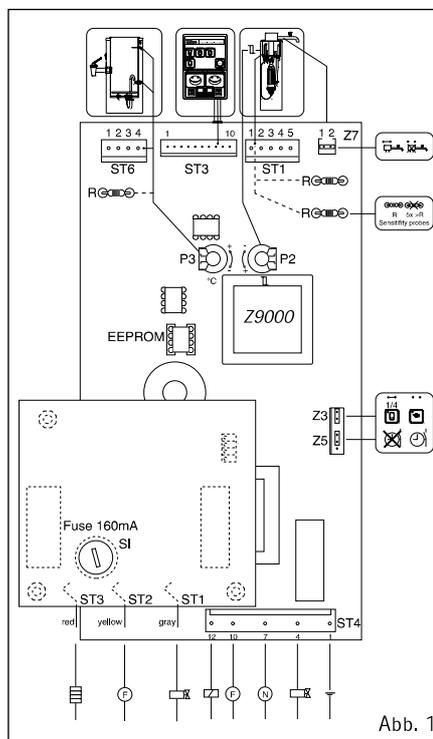

Abb. 1
1.3 Übersicht Einstellungen (siehe Abb. 1)
Nach dem Montieren eines neuen Steuerung muß außerdem die Nachfüllzeit des Magnetventils eingestellt werden. Stellen Sie die Nachfüllzeit mit Hilfe des Potentiometers P2 (Abb. 1) derartig ein, daß das Wasserreservoir nachgefüllt wird, wenn der Nivo ca. 2 cm unter die Maximum-Elektrode gesunken ist.
Während der Benutzung kann sich herausstellen, daß die Temperatur im Vorratwasserkocher nicht nach Wunsch ist. Die Temperatureinstellung ist einfach mit Hilfe des Potentiometers (P3) (Abb. 1) einzustellen. Kontrollieren Sie immer die Wassertemperatur, Lassen Sie das Wasser niemals kochen!
Durch die Widerstände R (auf Abstandsbuchsen) (siehe Abb. 1) abzurechnen, können Sie die Empfindlichkeit der Elektroden gemäß unten stehender Tabelle erhöhen.
Die Einstellung der Zubereitungsmenge wird in einem sich auf der Steuerung befindendem EEPROM (Abb. 1) gespeichert, welche bei einem eventuellen Ersatz der Steuerung einfach zu der neuen Steuerung „mit umziehen“ kann. Die Nachfüllzeit (P2) des Durchflußwasserkochers muß aber noch eingestellt werden.
4. Möchten Sie die Zubereitungsmenge mit zur neuen Steuerung mitnehmen, nehmen Sie dann die EEPROM (Abb. 1) vorsichtig von der Steuerung ab und bringen Sie diese an der neuen Steuerung an. Verwenden Sie vorzugsweise einen IC Zieher, vermeiden Sie ESD!